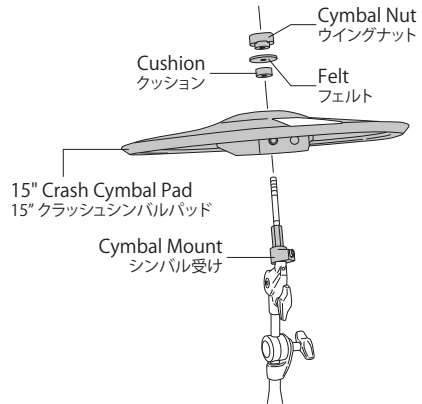

Fig. 2
2. Place the 15" Crash Cymbal Pad onto the Cymbal Mount. Install the Cushion, Felt and Cymbal Nut as shown (Fig.2).
シンバル受けが付いたティルターを15"クラッシュシンバルパッドの穴に通し、クッション、フェルト、ウイングナットの順番に取付けます (Fig.2)。